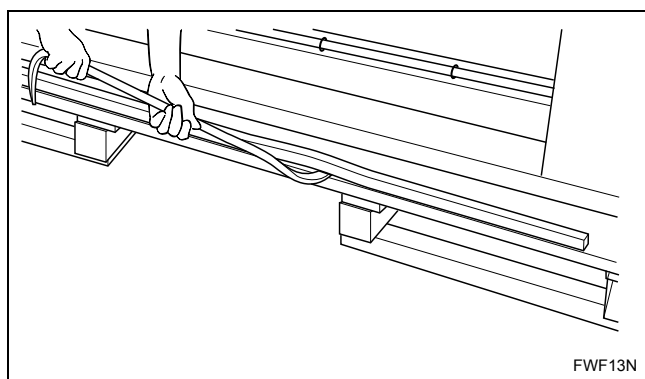

Abbildung 5
3. Den Holzanschlag mit einem Hebeleisen von der Palette entfernen. Siehe *Abbildung 5*.